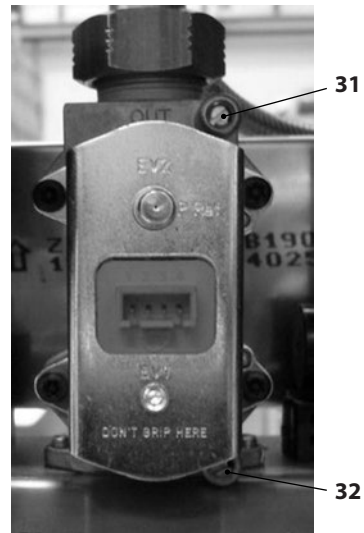

Figura 7.1
Con la caldera apagada (fuera de servicio), compruebe la presión de alimentación usando la toma 32 en la Figura 7.1 y compare el valor indicado con los mostrados en la tabla Presiones de alimentación de gas en la sección "Datos técnicos Myto Condens ECO 24" en la pág. 24.
- Vuelva a cerrar bien la toma de presión 32 en la Figura 7.1.
- Abra la toma de presión 31 en la Figura 7.1 y conecte un manómetro.